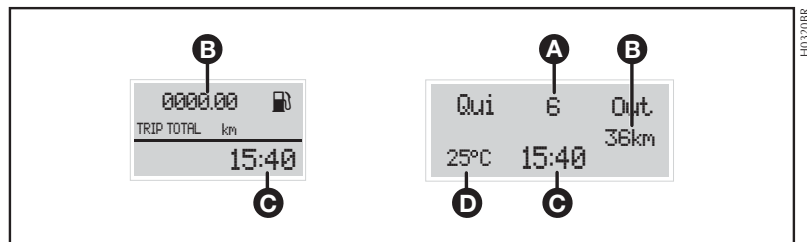

fig. 55
- Hodômetro total/parcial (**B**–fig. 55)
- Relógio (**C**–fig. 55)
- Temperatura externa (**D**–fig. 55)
- Data (**A**–fig. 55)